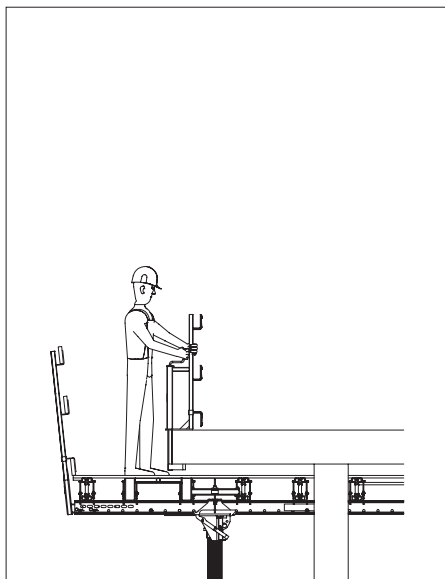

Fig. E.01
- I dispositivi di protezione tecnici collettivi (Fig. E.01) sono preferibili alle soluzioni individuali.
- Come protezione anticaduta collettiva, ad es. montaggio da una posizione di sicurezza. (Fig. E.01)